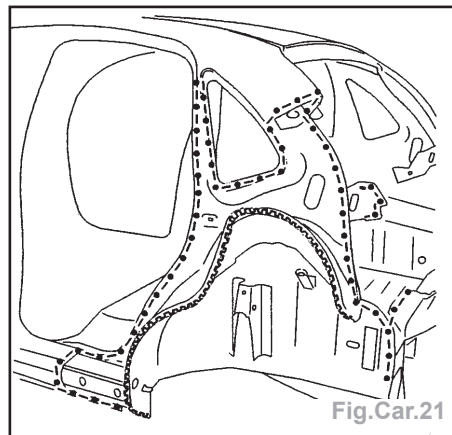

Fig.Car.21
- Appliquer une colle de calage B8 (Fig.Car.21).